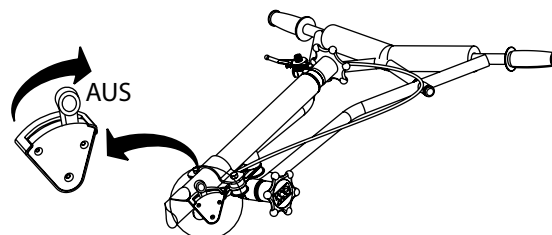

Abbildung 26. Testen des Sicherheitsnotausschalters
- Während der Motor im Leerlauf läuft, bringen Sie den Sicherheitsnotschalter in die **“AUS”**-Position (Abbildung 26). Überprüfen Sie, dass sich der Motor ausschaltet. Falls der Motor läuft, bringen Sie den Fliehkraftnotausschalter zurück.